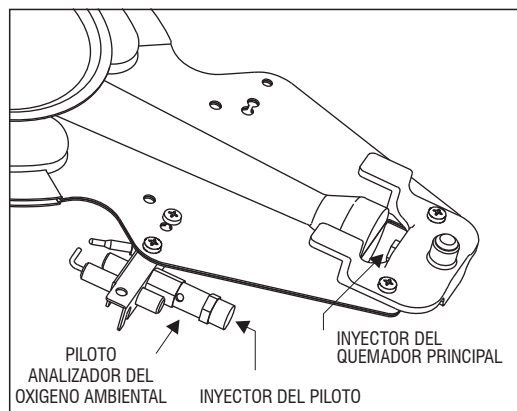

Fig. 5
3. Desconecte del termostato las conexiones del piloto, de la termocupla y del quemador principal y retire el conjunto quemador-Piloto Analizador de Oxígeno. El quemador tiene en su cara inferior un perno ranurado alojado en una llave (Fig. 5). Para retirar el conjunto, extráigalo unos 10 milímetros hacia Ud., y luego haga que la parte más alejada se desplace unos milímetros hacia la derecha. Esta operación liberará la sujeción y permitirá extraerlo fácilmente.
7. Vuelva a conectar la conexión del piloto, recoloque el conjunto quemador-piloto en el termotanque cuidando embocarlo en la llave (Fig. 5) y reconéctelo al termostato.